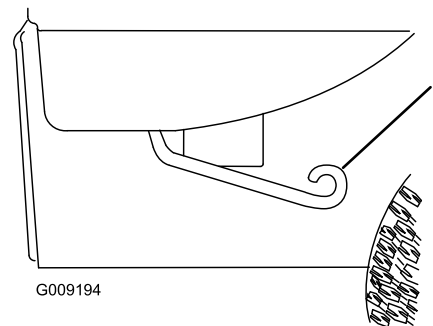

Figura 14
1. Levante la palanca situada en cada lado de la plataforma y eleve la plataforma (Figura 14).